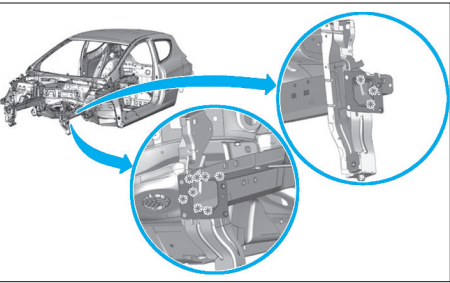

FIG. 1
• Fraiser les points de soudure (Fig.1).